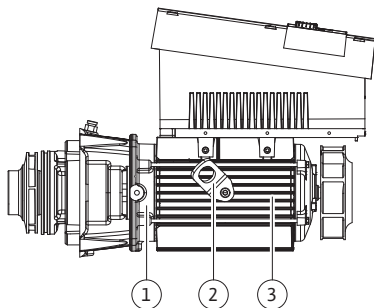

Fig. 13: Kit embrochable
Pour le montage, la roue (Fig. 6, pos. 6) et la lanterne (Fig. 6, pos. 7) font partie du kit embrochable (Fig. 13).
Pour ce faire, les œillets de transport (Fig. 13, pos. 2) sont retirés de la bride du moteur (Fig. 13, pos. 1), déplacés sur le carter du moteur puis refixés avec les mêmes vis sur le carter du moteur (Fig. 13, pos. 3).